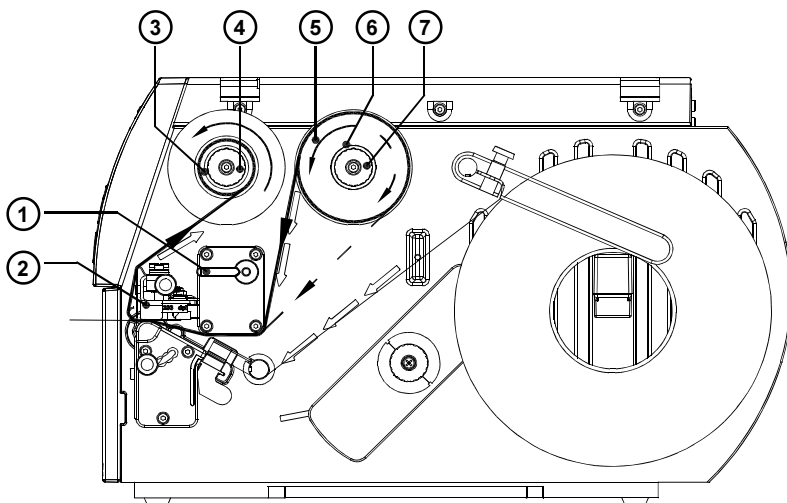

Figura 5
1. Incline la palanca (1) hasta el tope en el sentido de las agujas del reloj y levante así el cabezal de impresión (2).
2. Deslice hasta el tope el rollo de cinta (5) sobre el bobinador (6).
3. Sujete el rollo de lamina y gire la tuerca (7) en sentido contrario a las agujas del reloj hasta que aparezca una resistencia palpable. De este modo queda bloqueado el rollo de cinta (5) en el desbobinador (6).
4. Deslice un núcleo de la cinta con la anchura apropiada sobre el bobinador (3) e inmovilice el núcleo de la cinta girando la tuerca (4) en sentido contrario a las agujas del reloj.
5. Introduzca la cinta de transferencia según figura 5 y pegue al núcleo el inicio de la cinta con una tira adhesiva (p.ej. una etiqueta). En la figura 5 la línea continua se refiere a rollos con el lado de la capa por dentro, mientras que la línea discontinua representa a los rollos con el lado de la capa por fuera.
6. Alise y atirante la marcha de la cinta girando el bobinador (3) en sentido contrario a las agujas del reloj.
7. Incline la palanca (1) hasta el tope en sentido contrario a las agujas del reloj. De este modo queda bloqueado el cabezal de impresión (2).